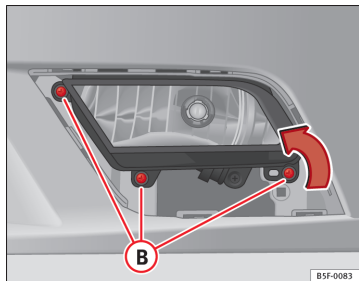

Fig. 141 Projecteur antibrouillard
- Retirez les vis (3x) ⇒ fig. 141 **B** pour retirer le projecteur antibrouillard.